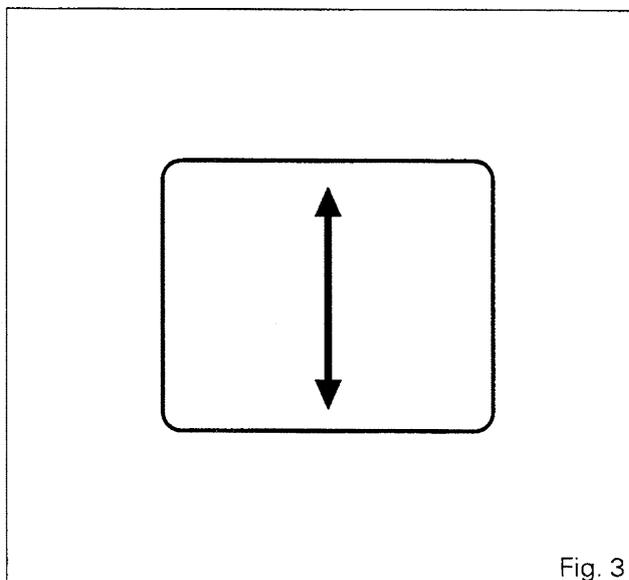

Fig. 3
3. N'engager l'inverseur de marche (Fig. 3) (synchronisé) qu'à une vitesse très faible et après avoir débrayé l'avancement.